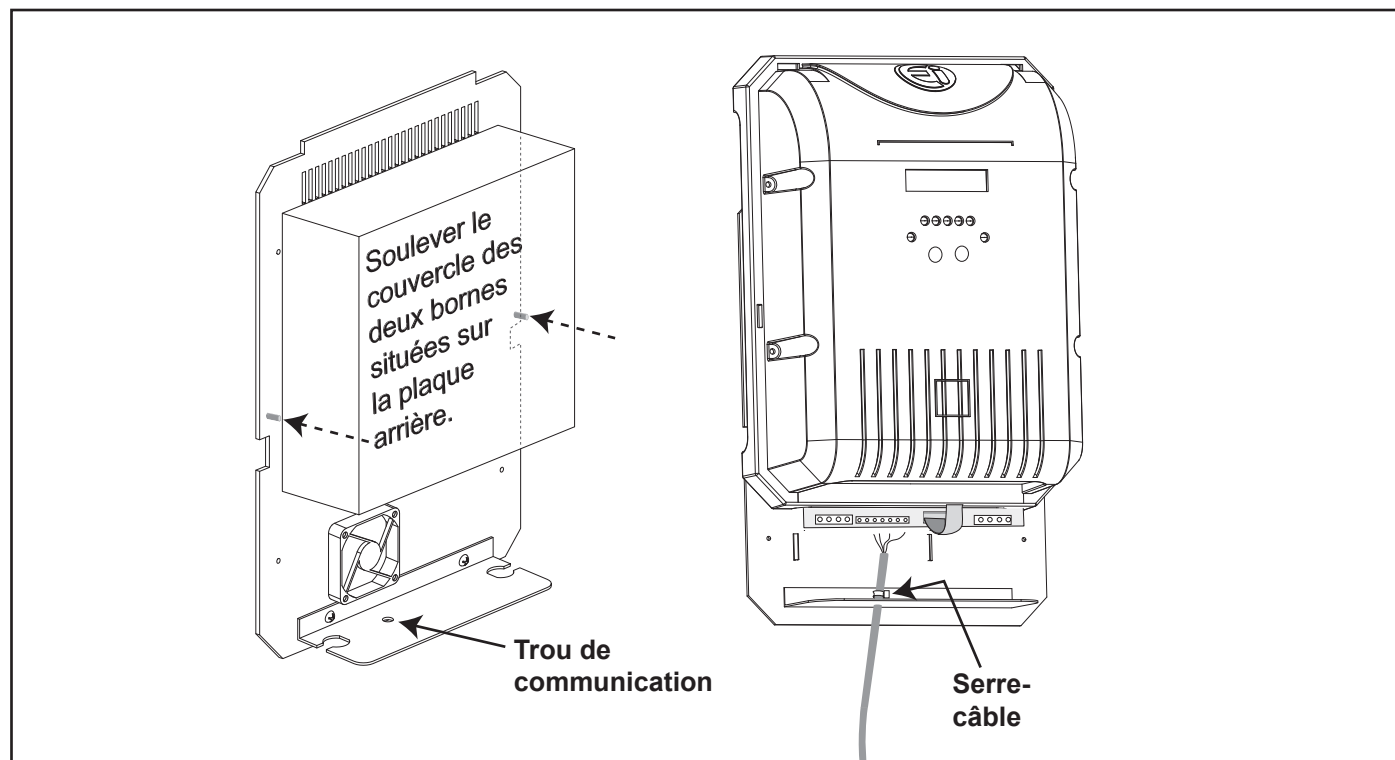

Figure 19. Accès et câblage à la carte de circuit imprimé
2. Enlever les vis qui fixent le couvercle à la plaque arrière et soulever le couvercle pour dégager les bornes (Voir Figure 19).
3. Enlever le bouchon blanc qui recouvre le trou (Voir Figure 19).
5. Fixer l'attache de câble au câble du dispositif de commande tel qu'illustré (Voir Figure 19).
Le débit maximum pour la cellule est de 348 lpm (92 gpm). Si le débit excède 348 lpm (92 gpm), la cellule DOIT être installée sur la tuyauterie de dérivation (Voir Figure 19). Une soupape de contrôle doit être installée pour contrôler le débit dans la cellule. Il peut être installé du côté aspiration de la cellule ou entre le côté aspiration et le côté refoulement de la tuyauterie de dérivation. Le débit sera rectifié après avoir appuyé sur la poignée de la soupape jusqu'à ce que l'indicateur rouge « No Flow » s'éteigne et les grosses boules d'air disparaissent dans la cellule.